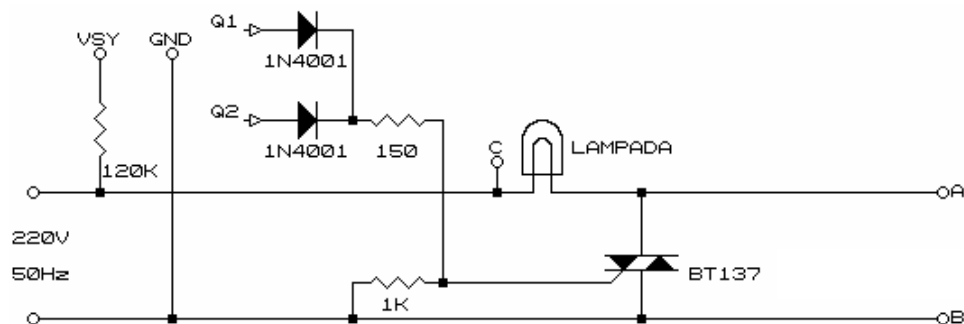

Fig. 3
3.1 Realize o esquema da Fig. 3. Analise o andar de saída do TCA 785 e justifique o uso dos díodos na interface entre o TCA e o triac.